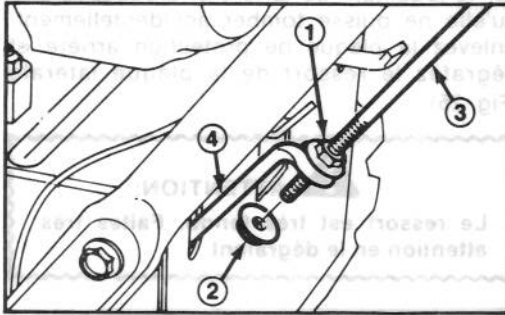
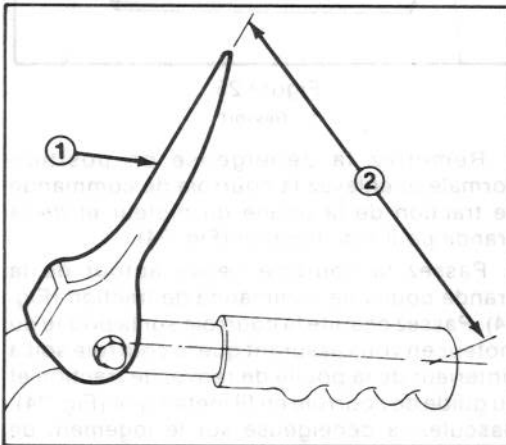

Figure 26
Figure 27
1. Desserrez les écrous de blocage qui fixent la tige de commande de traction supérieure à la tige de commande de traction inférieure (Fig. 26).
2. Réglez l'écrou de blocage supérieur (Fig. 26) jusqu'à ce qu'il y ait un écartement d'environ 5 pouces (12.7 cm) entre le centre du mancheron et le bout du levier de commande de traction (Fig. 27).